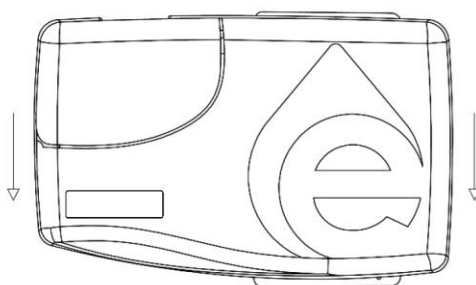

Рисунок 2.
3. Повесьте блок управления на закрепленные болты (рисунок 2) и убедитесь в том, что кабель питания и кабель ячейки достанут до блока управления.